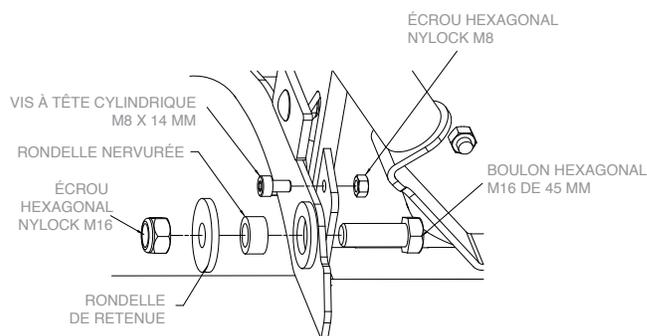

Figure 3 : Fixation du chasse-neige au support tubulaire
4. Fixez le chasse-neige à sa base comme le montre la Figure 3. Faites passer un boulon de 16 mm à travers le chasse-neige et la base puis dans la grande rondelle de retenue et la rondelle nervurée. La rondelle nervurée doit se placer à l'intérieur du grand trou sur le côté du chasse-neige. Terminez avec un écrou sur le côté du chasse-neige. Serrez le boulon M16 puis assurez-vous que les lames tournent librement. Il est recommandé d'utiliser une huile lubrifiante légère sur toutes les rondelles du chasse-neige.